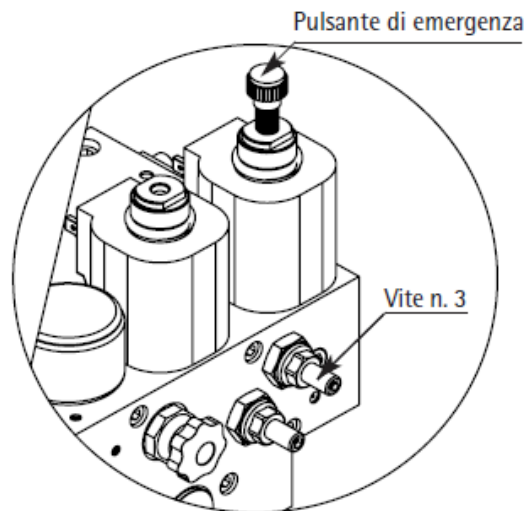

Fig. 13 Taratura contropressione stelo
- Per tarare la contropressione procedere come segue (vedi Fig. 13):